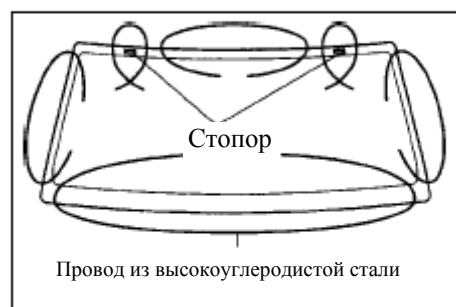

Рис. 544
4. Снимите ветровое стекло (рис. 544, 545)